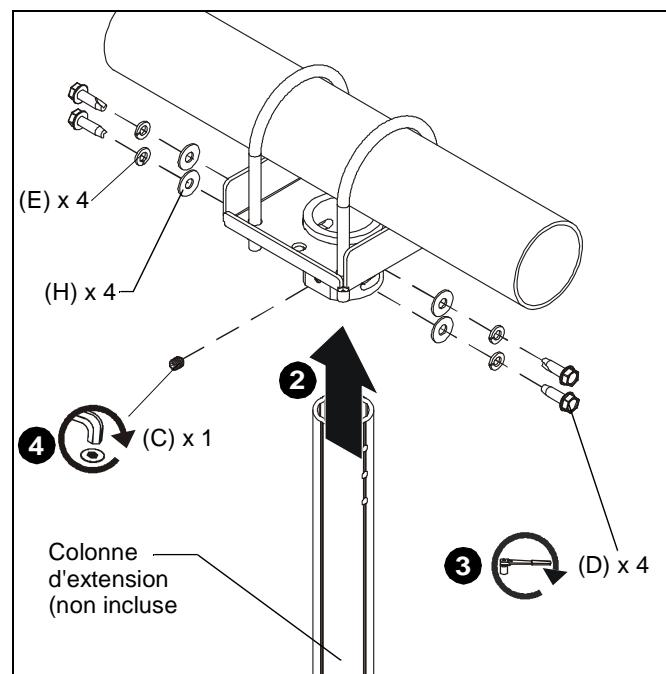

Figure 3
3. Fixez la colonne d'extension au CPA365 à l'aide de quatre vis autotaraudeuses à tête hexagonale 5/16-16 x 1" (D), quatre rondelles frein fendues 5/16" (E) et quatre rondelles plates 5/16" (H) dans les trous de la colonne d'extension. (Voir la Figure 3)
4. Installez une vis de calage de 5/16" x 1 1/2" (C) dans le trou fileté en serrant fermement contre la colonne. (Voir la Figure 3)